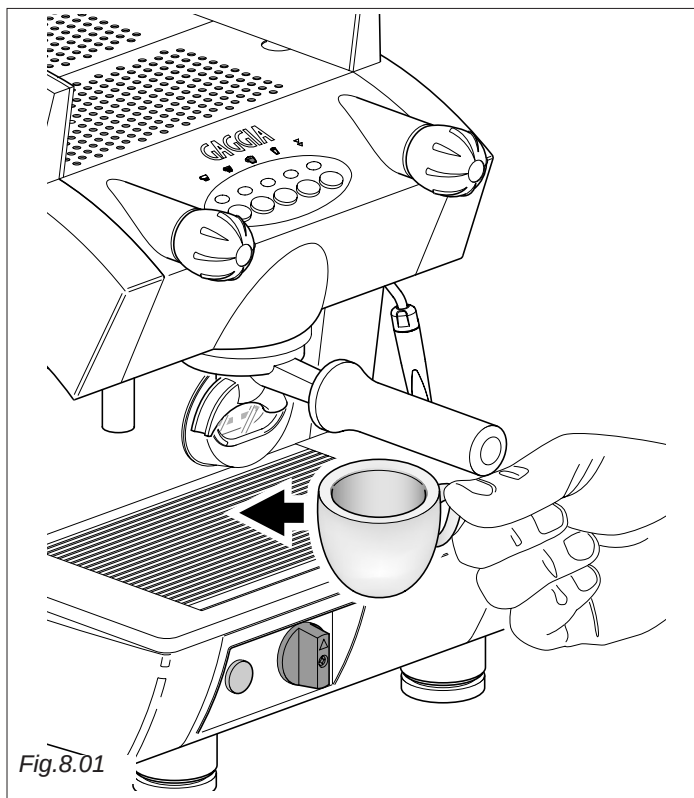

Fig.8.01
- Disporre una o due tazze sotto il portafiltro (Fig.8.01), premere l'interruttore caffè (Fig. 6.01-pos. **15** per GE o tastiera per GD) il caffè inizierà ad uscire.